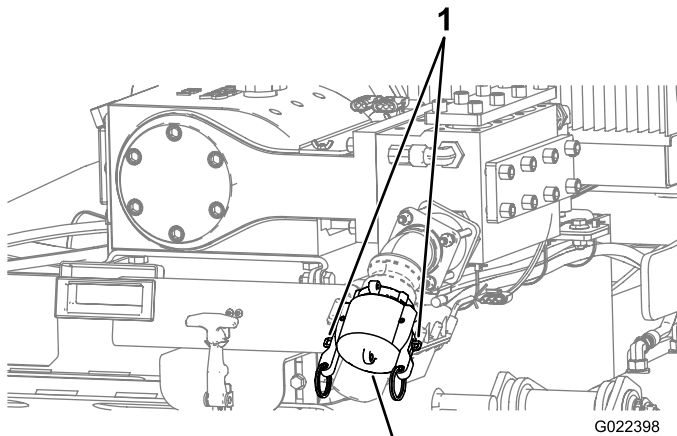

Figura 81
1. Levante las palancas de leva del tapón de entrada de la bomba, y retire el tapón (Figura 81).